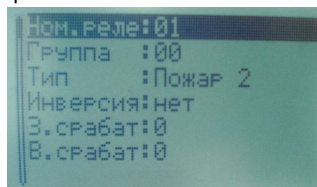

Рис.20
7.4.9. Подменю «Настроить реле» (рис.20) используется для настройки привязки трех реле ПЦН к группе, типу события, исходному состоянию контактов, задержке срабатывания, восстановления.